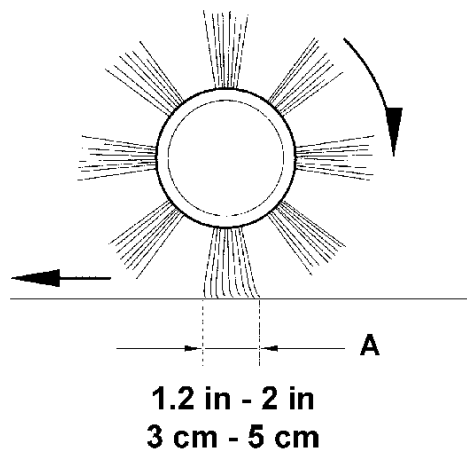

Afbeelding 2
- Zet de hoofdschakelaar (1) op '0'.
- In de zijborstel draait u de knop (A, Afb. 2) los en verwijdert u de borstel (B) door de drie pennen (C) los te halen.
- Monteer de nieuwe borstel op de machine door deze aan de pennen (C) te koppelen. Draai daarna de knop (A) weer vast.